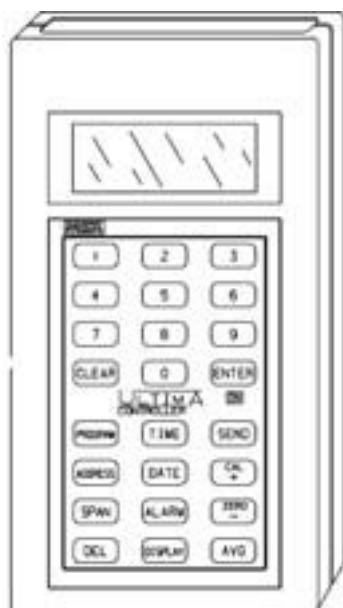

Fig. 22 Ultima Controller
- Ultima Controller P/N 809086 (Fig. 22)